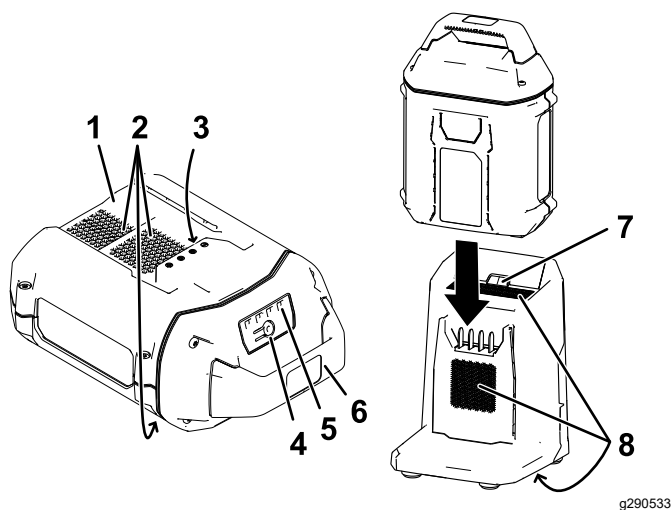

Figure 12
2. Placez le creux de la batterie (Figure 12) en face de la languette du chargeur.
3. Glissez la batterie dans le chargeur jusqu'à ce qu'elle soit complètement enclenchée (Figure 12).